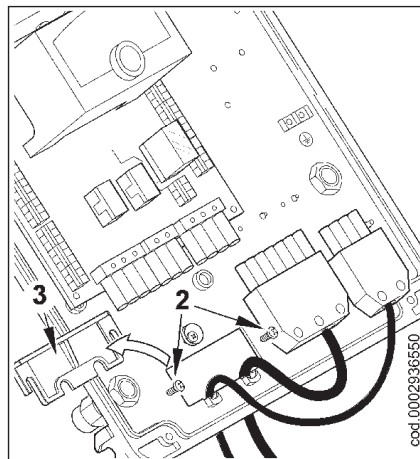

Рис. 2
- 2) Ослабьте винты (2). После того как вы сняли кабельный зажим (3), пропустите через отверстие 7-штырьковый и 4-штырьковый разъёмы (см. рис. 2).
- 3) Установите зажимную пластинку, как показано на рисунке 3. Поверните эксцентрик (6) так, чтобы пластинка должным образом надавила на два провода. После этого закрутите винты фиксации пластинки. Наконец, соедините два разъёма, 7-ми- и 4-штырьковый.